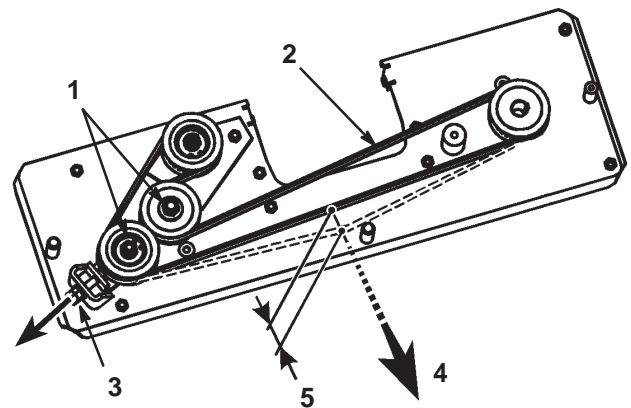

Bild 37
4. Lösen Sie die zwei Sechskantmutter auf der Antriebsscheibe (Bild 37).
5. Stellen Sie die M10-Mutter so ein, dass sich der Riemen 5 mm mit einer Spannung von 30 N durchbiegt (Bild 37).